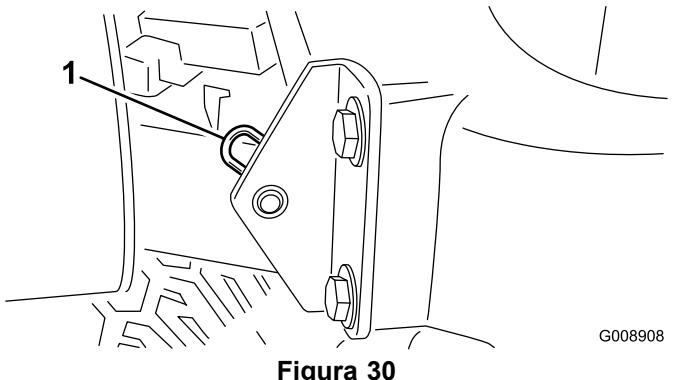

Figura 30
2. Togliete la coppiglia che fissa il perno del cofano alle staffe di montaggio (Figura 30).
Nota: I raccordi di ingassaggio sono montati a paro sui rulli (Figura 30) e necessitano di un adattatore per l'ugello dell'ingassatore a pressione. Per ottenerlo, ordinate il N° cat. 107-1998 presso il Distributore Toro autorizzato di zona.